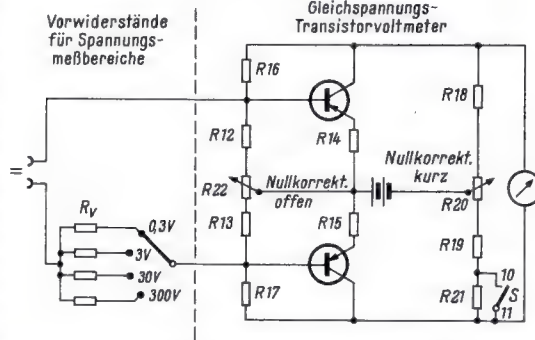

Bild 2. Prinzip des Gleichspannungsteiles; die Positionszahlen stimmen mit Bild 4 überein
2. Die beiden Basisanschlüsse in Bild 2 durch einen Kurzschluß verbinden. Die Basis Elektroden haben dann gleiches Potential, Widerstand R 22 reagiert nicht, die Brücke wird mit R 20 abgeglichen und damit werden die beiden Kollektorkreise symmetriert.
Man kann Bild 2 als stabilisierten Gleichspannungsverstärker für das Drehspulinstrument auffassen. Dieses Instrument hatte im Modell 100 μA Vollausschlag. Mit dem Transistorvorsatz wurden nur noch 6 μA für den Vollausschlag benötigt. Der Verstärkungsfaktor ist also $100 : 6 \approx 17$ fach. Er ließe sich noch höher treiben, wenn auf die Stabilisierung durch den Basisspannungsteiler verzichtet wird und die Widerstände R 12 und R 13 auf je 100 k Ω heraufgesetzt werden. Man kann dann Verstärkungen bis zum Faktor 100 erzielen, also mit 1 μA Strom im Basiskreis Vollausschlag am Instrument erreichen und bei Verwendung als Voltmeter Innenwiderstände von über 1 M Ω/V erzielen. Bei dem vorliegenden Modell, das für sicheren Nachbau gedacht ist, wurde jedoch von so extremer Bemessung abgesehen, weil sie wieder die Gefahr von Unstabilitäten bringt.
In Bild 2 beträgt bei einem Vorwiderstand $R_v = 38 k\Omega$ der Vollausschlag 0,3 V. Daraus
Beim Transistorvoltmeter läßt sich auf einfache Weise der Nullpunkt elektrisch in die Mitte verlegen, indem die Brücke unsymmetrisch abgeglichen wird. Dazu dient R 21 in Bild 2. Er ist normalerweise kurzgeschlossen. Öffnet man Kontakt S (Anschlüsse 10–11), so schlägt der Zeiger nach rechts aus und wird erstmalig mit R 21 auf Skalenmitte justiert. Man hat dann ein sehr hochohmiges Instrument zum Abgleichen des Nulldurchganges beim Ratiometern. Der Vollausschlag beträgt
Die Prinzipschaltung Bild 2 enthält zwei Transistoren im Gegentakt. Sie sind mit den Kollektorzuleitungen R 18 und R 19 zu einer Brücke angeordnet¹⁾. In der Diagonale von Kollektor zu Kollektor liegt das Anzeigeelement. Diese Brücke besitzt zwei Abgleichmöglichkeiten, R 22 im Basiskreis und R 20 im Kollektorkreis. Diese beiden Potentio-